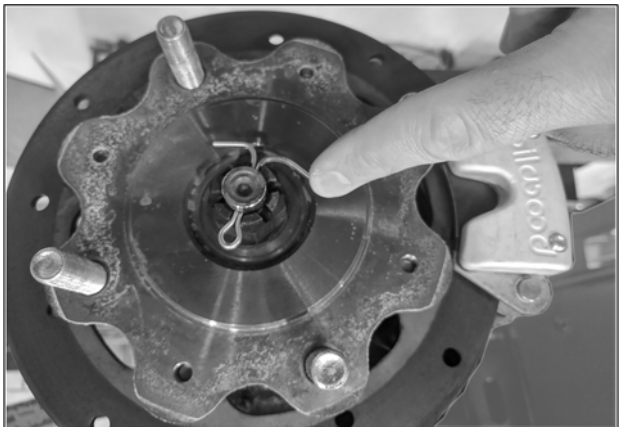

Fig. 9
**ATTENTION : Assurez-vous que la goupille fendue de l'écrou de l'essieu n'interfère pas au moyeu du système de traction. Voir la Fig. 9**